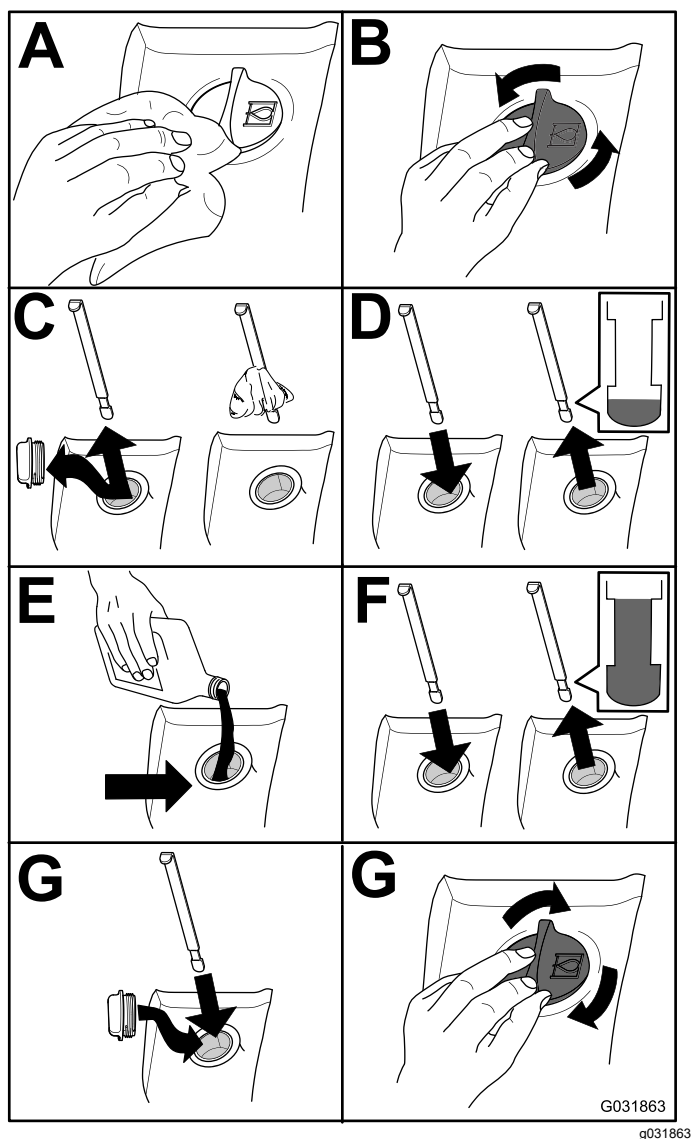

Figure 115
2. Contrôlez le niveau de liquide hydraulique (Figure 115).